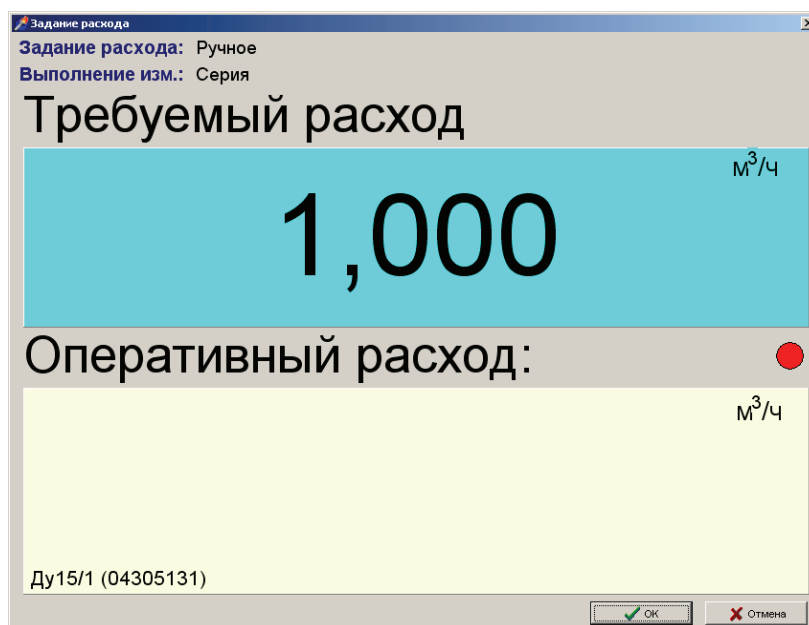

Рисунок 6.14
- нажать кнопку «Установить расход». При этом на экране отображается окно «Задание расхода» (см. Рисунок 6.14), а на измерительный преобразователь, а также лазеры устройств формирования сигнала (УФС) подается питающее напряжение (о чем свидетельствует горение светодиодного индикатора «Питание МФ/УФС» на панели КИ-2);